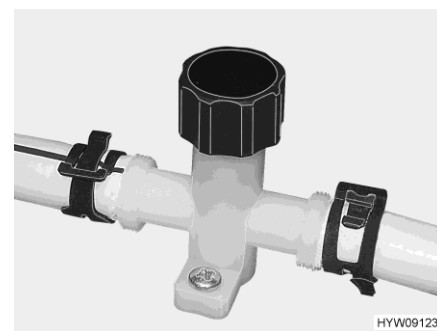

Fig. 102 Rubinetto di scarico (tubatura dell'acqua)
- Aprire tutti i rubinetti di scarico (Fig. 102).